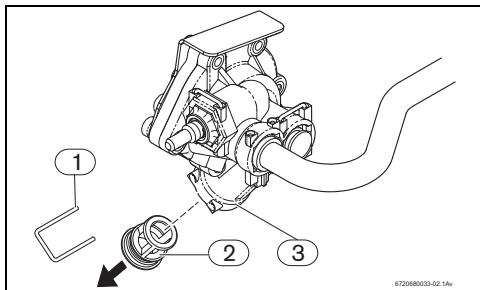

Fig. 10 Purga
- ▶ Retirar o freio de fixação do casquilho do filtro (Fig. 10, [1]) situado no automático de água,
- ▶ Retirar o casquilho do filtro (Fig. 10, [2]) do automático de água,